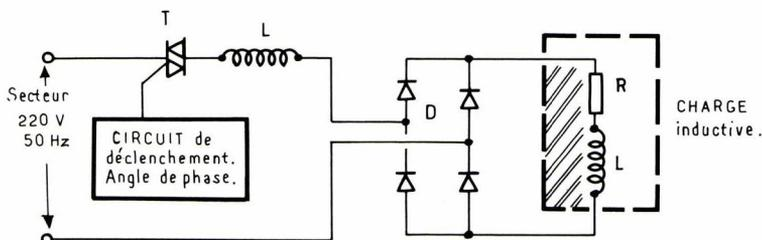
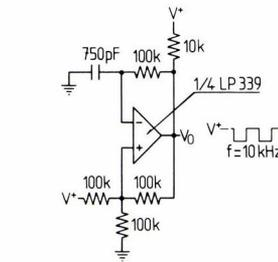
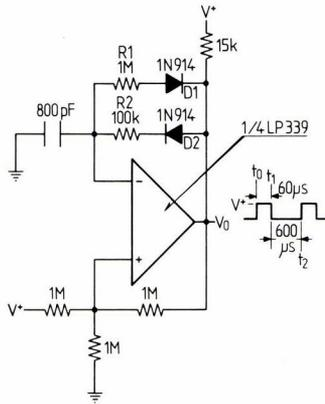

Fig. 1 : Commande d'un pont de diodes par triac.
Fig. 2 : Générateur de signaux carrés.
Fig. 3 : Générateur d'impulsion.
Nous avons réalisé un montage contrôlant un courant redressé de 4 A. Le triac est amorcé au point « A » (fig. 2).
Un courant circule dans la charge et décroît avec la tension secteur. La charge inductive devient « générateur » et maintient le courant qui circule uniquement dans les diodes en parallèles (fig. 3, courbe 3). Le circuit fonctionne dans ce dernier cas en « roue libre ».
Fig. 2 : Fonctionnement général du circuit de la figure 1. Le triac conduit à la fin de chaque alternance secteur. Tension secteur : 500 V/c ① Courant triac : 2 A/c ② Tension bornes du triac : 500 V/c ③ Courant dans la charge : 2 A/c ④ Angle : 40°/c ⑤
Fig. 3 : Allure des courants du circuit de la figure 1. Après le blocage du triac (point B) le courant dans la charge continue de circuler : fonctionnement « roue libre ». Courant triac : 2 A/c ①. Courant total charge : 2 A/c ②. Courant généré par la charge 2 A/c ③. T = 1 ms/c